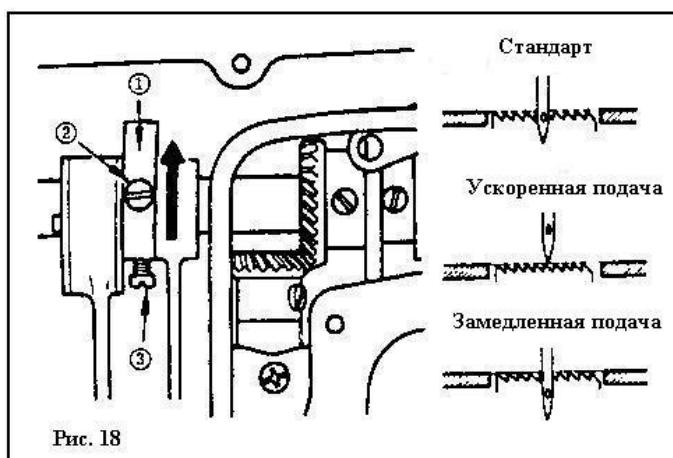

Рис. 18
12. РЕГУЛИРОВКА ПОДАЧИ МАТЕРИАЛА (Рис. 18)
- Освободите два установочных винта(1) и (3) на эксцентриковом кулаке двигателя ткани, выберите соответствующую позицию эксцентрикового кулака и снова затяните винты.